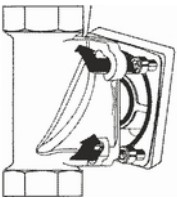
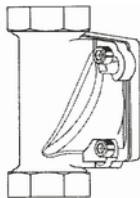

Abbildung 4:
Abbildung 5:
1. Die Köpfe der vier Flanschschrauben durch die Bajonettbohrungen am Einbaudrehflansch stecken (siehe Abb. 4).
2. Das Gerät im Uhrzeigersinn bis zum Anschlag drehen (siehe Abb. 4 und Abb. 5).